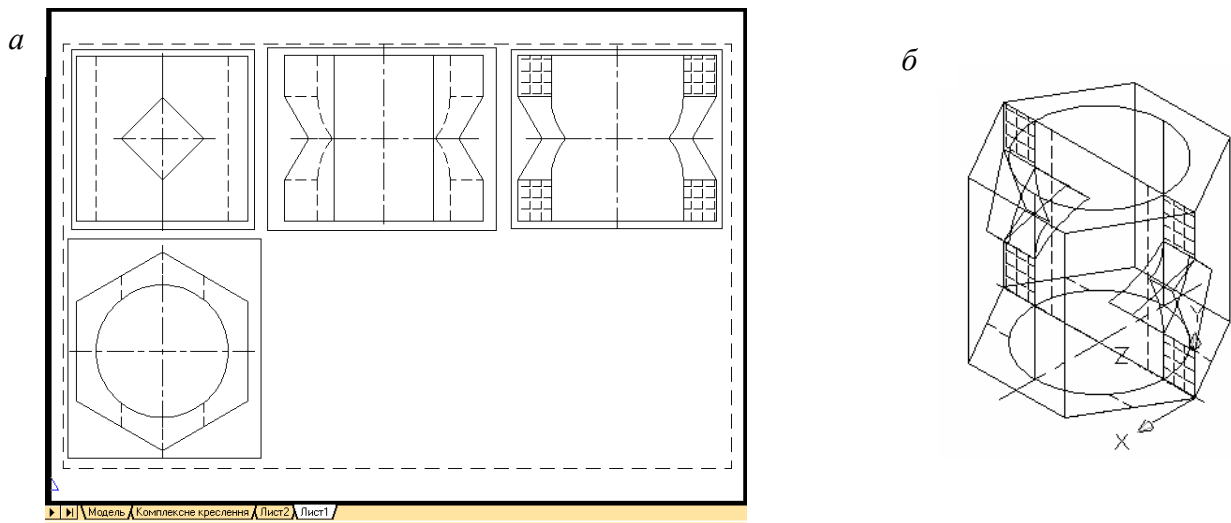

Рис. 6.12. Вигляд креслення після виконання команди **Т-РИСОВАНИЕ**
Для того, щоб отримати плоскі види із сформованих ортогональних проекцій тривимірної моделі (рис. 6.12, а) виконують такі дії:
Курсором показують послідовно на всі рамки видових екранів і клацають правою клавішею миші, внаслідок чого на видових екранах лінії розподіляються на видимі й невидимі, а перетини штрихуються (рис. 6.12, а).
4. Команда **Т-РИСОВАНИЕ** автоматично за умовчуванням виконує штрихування площини перетину (рис. 6.12, а) і тому його потрібно відредагувати у просторі моделі. Для цього необхідно:
- активізувати видовий екран профільного перетину, клацнувши по ньому лівою клавішею миші, перейти із простору аркуша у простір моделі, натиснувши кнопку **МОДЕЛЬ** (рис. 6.12, б), і видалити заштриховані поверхні;
При переході до простору **Модель** на вихідному кресленні, крім зображення твердого тіла, з'являються плоскі види й перетин (рис. 6.12, б), сформовані командою **Т-РИСОВАНИЕ**. Ці види розташовані на створених командою шарів і при необхідності можуть не виводитися на паперові носії. Для цього вимикають друк відповідного шару у вікні **Диспетчер свойств слоев**.